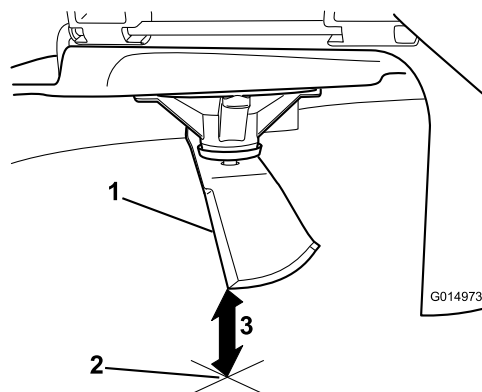

Figura 66
5. Misurate dalla punta della lama alla superficie piana (**Figura 66**).